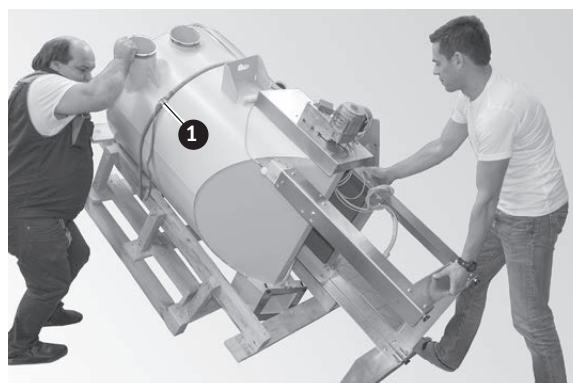
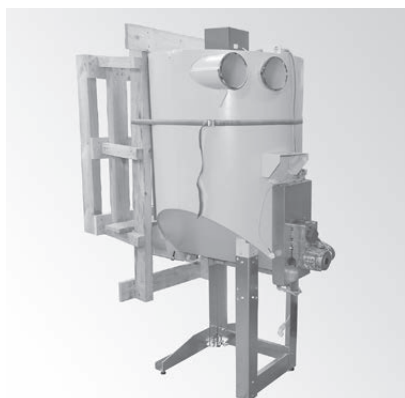

Fig.183 Fissare la stiva al pallet con una cinghia elastica e portarli in verticale insieme
Fig.184
- ▶ Fissare la stiva al pallet con una cinghia elastica e portarli in verticale insieme – Fig. 183, Fig. 184.